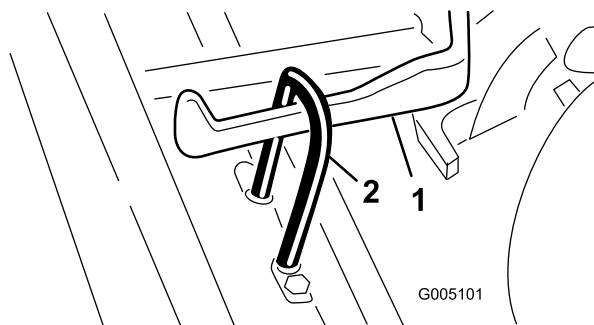

図 9
3. カッティングユニットをプル・フレームの下に引き入れ、吊り輪（フープ）を昇降アームに引っかける（図 9）。